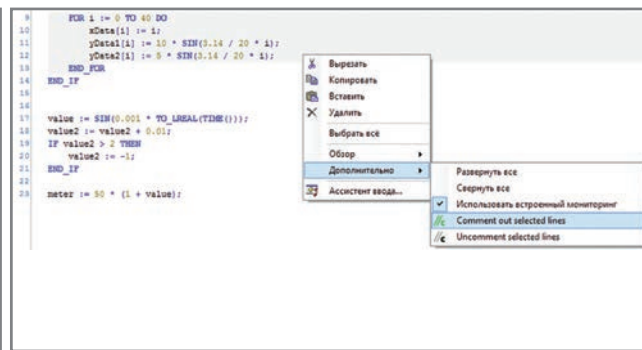

Рис. 3
5. Для комментирования и раскомментирования нескольких строк кода достаточно нажать на область редактора ПКМ и использовать соответствующие команды меню Дополнительно (рис. 3).